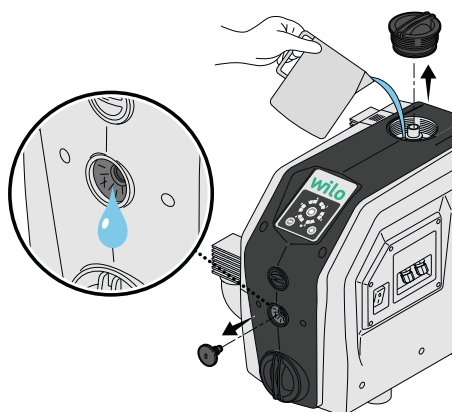

Fig. 8: Plnění
2. Naplňte produkt vodou (cca 1,5 litru), dokud nezačne vytékat z ventilačního otvoru (Fig. 8).